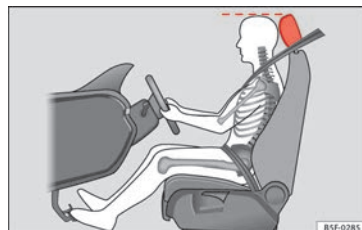

Fig. 69 Position correcte de l'appuie-tête du conducteur
- Réglez l'appui-tête de sorte que le bord supérieur de celui-ci soit à la même hauteur que la partie supérieure de votre tête » » fig. 69.